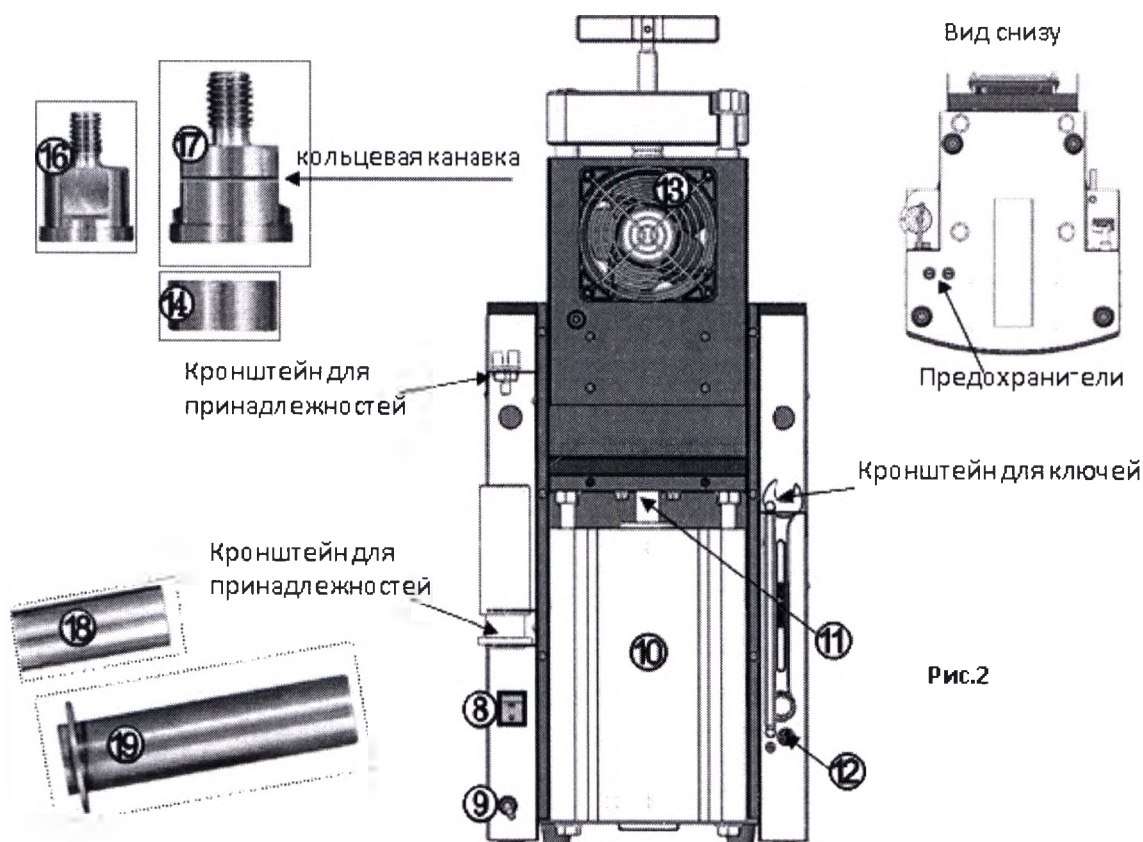

Рис.2
- Подсоединить источник сжатого воздуха к штуцеру (12), см. МЕРЫ БЕЗОПАСНОСТИ.
- Соединить до упора розетку сетевого шнура с соответствующим разъемом (9) **ТЕРМОПРЕССА**, а вилку – с сетевой розеткой (см. МЕРЫ БЕЗОПАСНОСТИ).
- Разместить принадлежности, гаечные ключи в гнездах кронштейнов, рис.2.